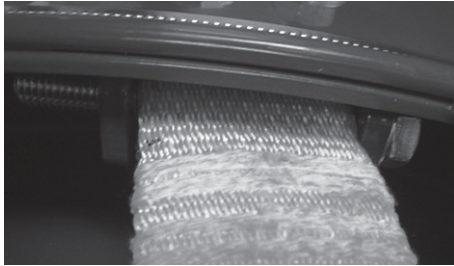

fig. 30
4) Now insert the M12x90 bolt (pos.6, pag.5) completely into the hole and the slot of the clamp so that it comes out through the opposite hole of the tie-rod. (Fig. 30)
4) Den Schraubbolzen M12x90 (Pos. 1, Abb. 27) nun ganz in das Loch und das Gurtlangloch einstecken, bis er auf der gegenüberliegenden Seite des Zugankers austritt. (Abb. 30)
4) Il faut ensuite enfiler entièrement le boulon M12x90 (pos.1, fig. 27) à l'intérieur du trou et la rainure de la bande jusqu'à le faire sortir par le trou opposé du tirant. (Fig. 30).
4) A questo punto infilare completamente il bullone M12x90 (pos.1, fig.27) all' interno del foro e dell'asola della fascia fino a farlo uscire dal foro opposto del tirante. (Fig. 30)